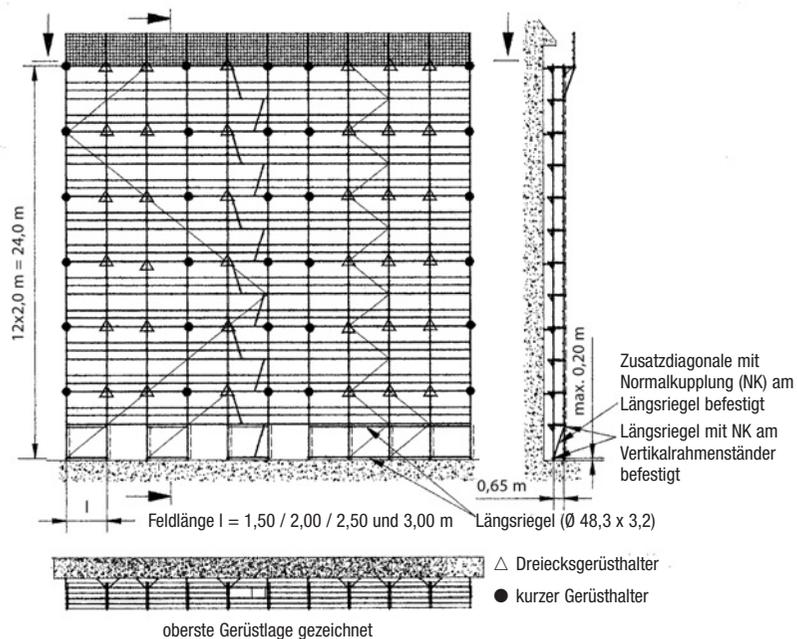

Bild 25
- Vertikaldiagonalen: In erster Vertikalrahmenebene ist eine Zusatzdiagonale mit Normkupplungen (NK) angeschlossen
**Hinweis:** weiterer Aufbau wie in Bild 25 dargestellt und auf Seite 33 beschrieben